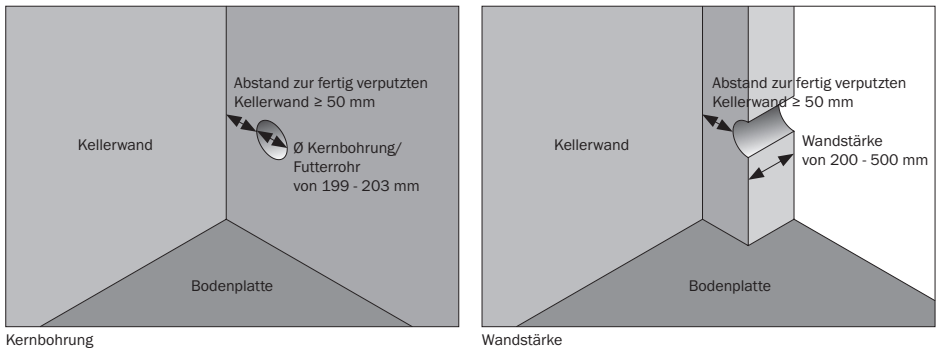

Abbildung 4.1: Abmessungen
4.1 Kernbohrung (s. Abbildung 4.1)